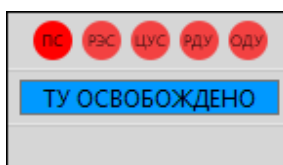

Рисунок 179 - ТУ освобождено
- **ТУ освобождено** – ПКУ освобожден, кружки уровня захвата красного цвета (Рисунок 179).